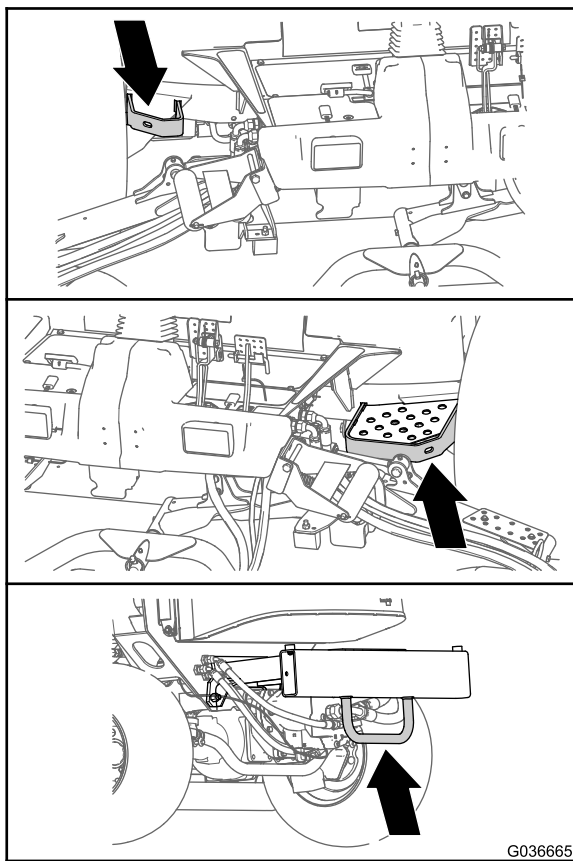

图 36
- 操作员平台旁边机架的两侧图 36
- 在后缓冲器上 (图 36)